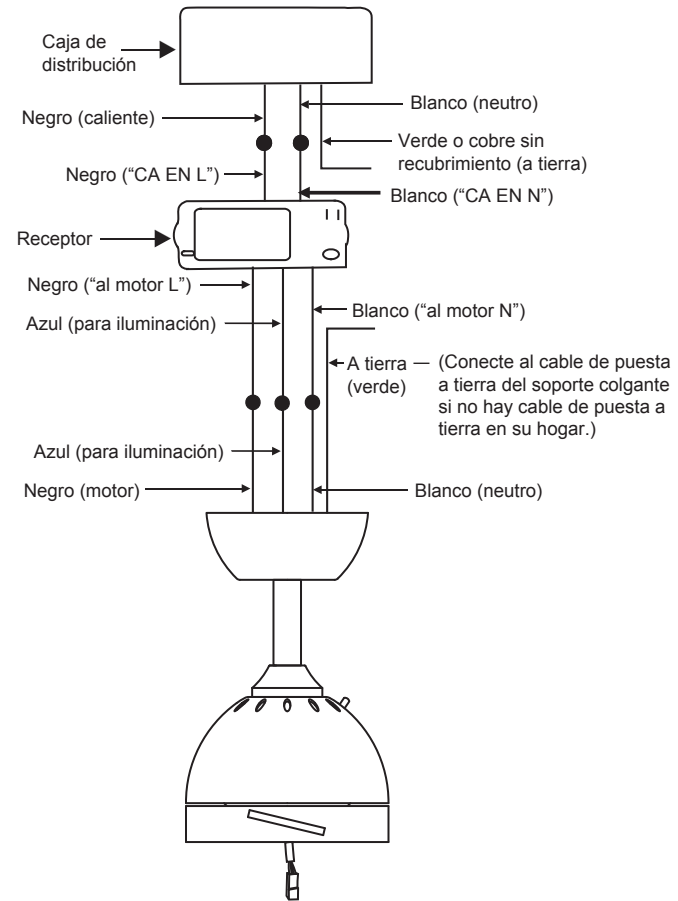

Fig. 14
Paso 2. Conexiones eléctricas del motor al receptor: (Fig. 14)
Paso 3. (Fig. 14) Conexiones eléctricas del receptor a los cables de alimentación del hogar: Conecte el cable negro (caliente) del cielorraso al cable negro marcado como "AC in L" (CA en L) del receptor. Conecte el cable blanco (neutro) del cielorraso con el cable blanco marcado como "AC in N" (CA en N) del receptor. Asegure las conexiones de cables con las tuercas plásticas para cable proporcionadas.
Paso 4. (Fig. 14) Si su caja de distribución tiene un cable de puesta a tierra (verde o cobre sin recubrimiento), conéctelo a los cables de puesta a tierra del ventilador; en caso contrario, conecte el cable de puesta a tierra del soporte colgante al soporte de montaje. Asegure la conexión eléctrica con una tuerca de plástica para cable proporcionada. Después de haber conectado los cables, sepárelos de manera que el cable verde y el cable blanco queden de un costado de la caja de distribución y el cable azul y el cable negro queden del otro costado.